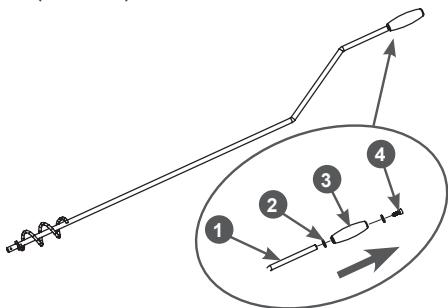

Рис. 13 Снятие ручки рычага управления поворотом жёлоба
- открутите болт 4 крепления ручки рычага управления поворотом жёлоба и снимите с рычага 1 ручку 3 и шайбу 2 (Рис. 13);